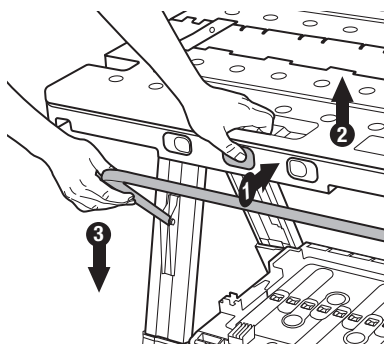

Figura 14
1. Baje la barra de soporte tal y como se muestra en la (Figura 14). Presione el botón central del tablero, levante el tablero y baje la barra de soporte.